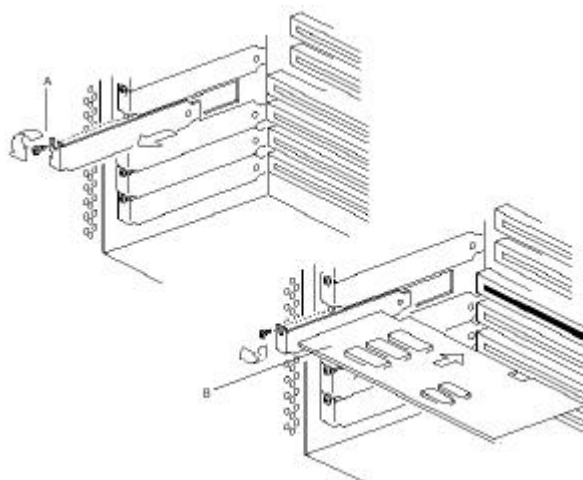

Figura 7. Inserimento scheda add-on
5. Inserire la scheda nello slot scelto come mostrato in figura 7. assicurandosi che la scheda sia inserita a fondo nello slot, quindi fissarla allo chassis con l'apposita vite prima di richiudere la macchina.